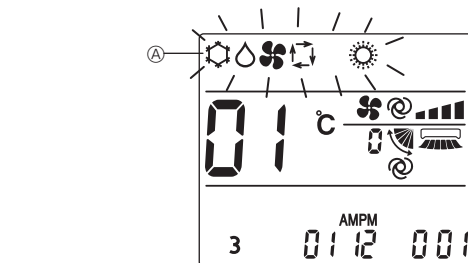

Fig. 6-6
1. Appuyez sur la touche [STOP] ① pour arrêter le climatiseur.
2. Appuyez sur la touche [MENU] ②. L'écran Réglage des fonctions s'affiche et le n° de la fonction Ⓐ clignote. (Fig. 6-6)